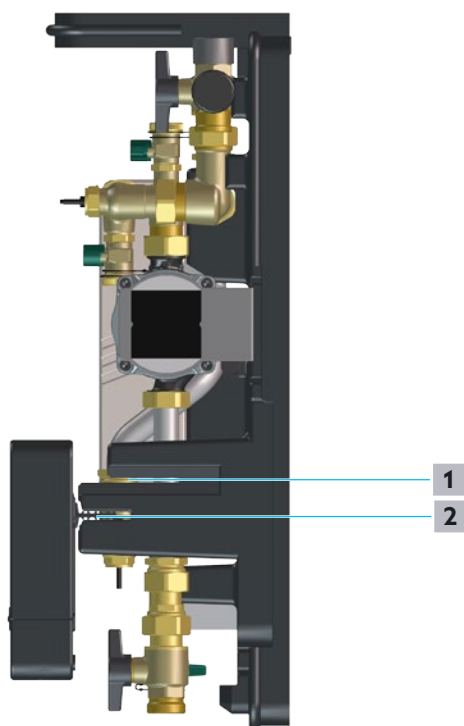

Fig. 28: Posición de instalación
- 3 Gire el controlador y fíjelo en la posición de instalación como se muestra en la Fig. 28 en la página 42.